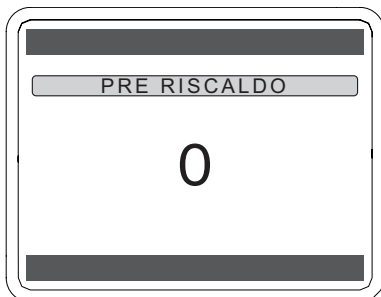

Figura 5.64
- Premere il tasto (✓) per confermare Figura 5.64.